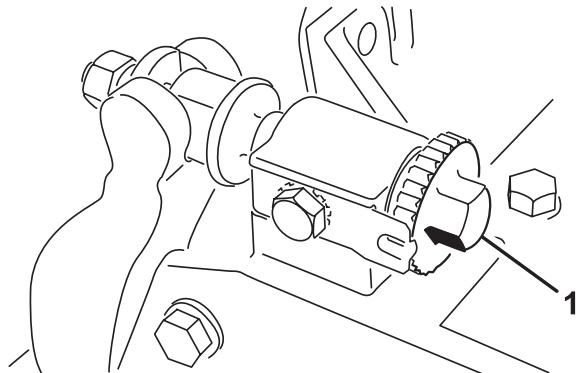
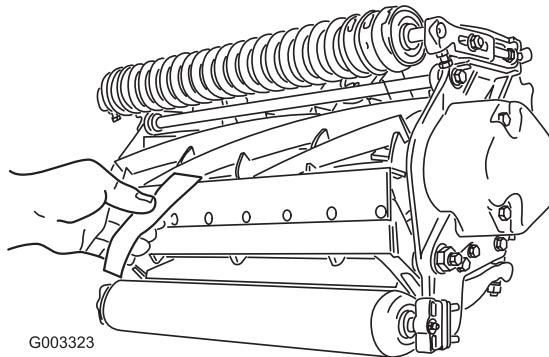

Figure 7
Figure 8
1. Placez la machine sur un sol plat et horizontal. Supprimez le contact avec le cylindre en tournant le bouton de réglage de la barre d'appui dans le sens anti-horaire (Fig. 7).
3. A une extrémité du cylindre, insérez une bande de papier journal entre le cylindre et la contre-lame (Fig. 8). Tout en tournant lentement le cylindre en avant, tournez la vis de réglage de la barre d'appui dans le sens horaire (du même côté du cylindre) (Fig. 7), un cran à la fois, jusqu'à ce que le papier soit pincé légèrement lorsque vous l'introduisez par l'avant, parallèle à la contre-lame. Vous devriez sentir une légère résistance lorsque vous tirez sur le papier.
5. Vérifiez ensuite si le cylindre peut saisir le morceau de papier inséré par l'avant et le couper lorsqu'il est inséré perpendiculairement à la contre-lame (Fig. 8). Normalement, le papier doit être coupé avec un minimum de contact entre la contre-lame et les lames du cylindre. Si vous sentez un frottement/contact excessif du cylindre, vous devez alors roder ou rectifier les lames pour obtenir les bros tranchants nécessaires à une coupe de précision (voir le Manuel d'affûtage pour tondeuses rotatives et à cylindres Toro, Form No. 80-300PT).